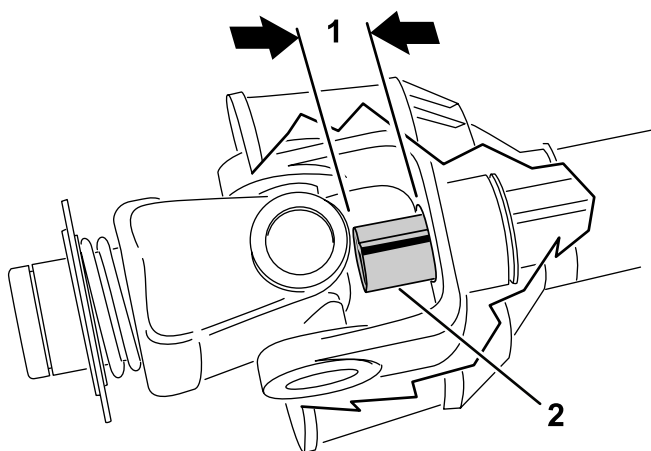

Рисунок 16
9. Полностью сдвиньте вместе трубы ВОМ. Проверьте, не выступает ли **внутренняя** труба в секцию крестовины и подшипника наружной трубы (**Рисунок 16**). Если выступает, необходимо отрезать **излишек** от внутренней трубы – перейдите к следующему пункту.
10. Измерьте расстояние, на которое внутренняя труба выступает в секцию крестовины и подшипника наружной трубы (**Рисунок 16**). Добавьте это расстояние к размеру, полученному на этапе 8.